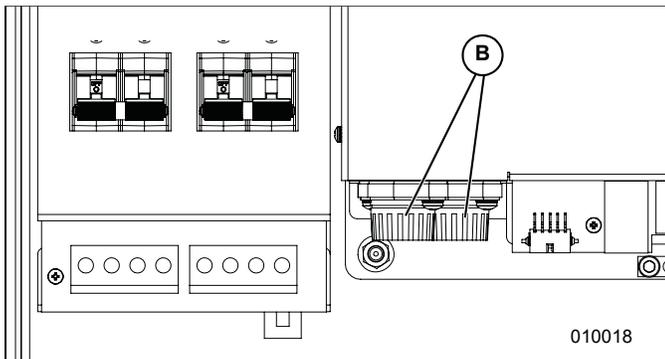

Figura 7-2. Retiro de la cubierta del compartimiento de cableado
5. Consulte la Figura 7-2. Ubique los portafusibles de CC (B).